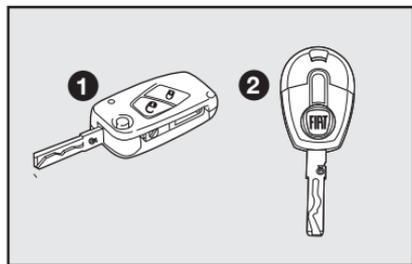

fig. 1
## CHAVES - fig. 1
Com o veículo são entregues, conforme a versão, uma chave **1-fig. 1** e sua reserva ou duas chaves **2-fig. 1**.
As chaves **1** ou **2-fig. 1** de uso normal no veículo são usadas para:
- abertura/fechamento das portas por meio do controle remoto (chave **1-fig. 1**).
Para a chave **2-fig. 1** está prevista a predisposição para instalação de controle remoto.